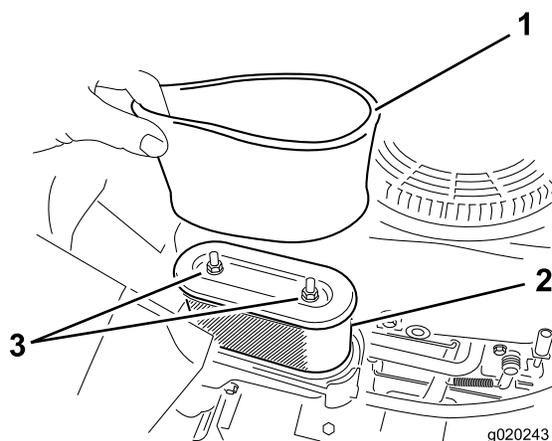

Figura 32
5. Rimuovete con cautela gli elementi del filtro in schiuma sintetica e di carta dal vano del filtro dell'aria (Figura 32).
1. Installate il filtro di schiuma sul filtro di carta (Figura 32).